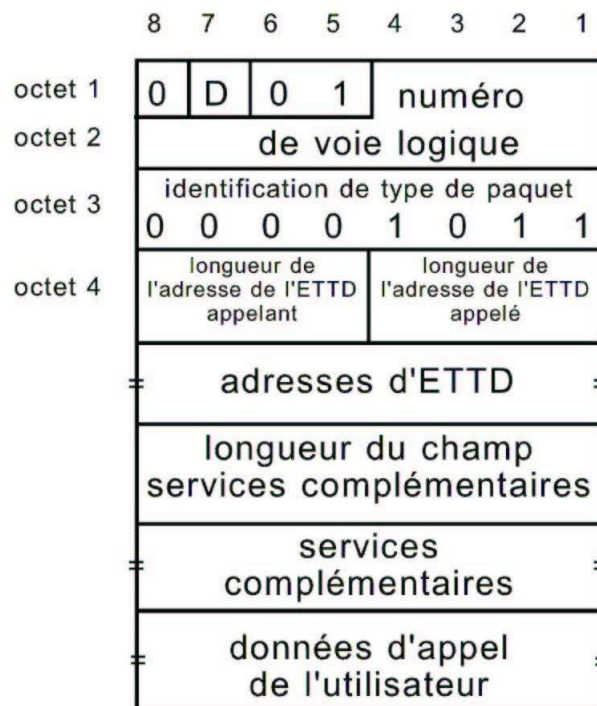

FIGURE 2.3 – Trame X.25 « CALL REQUEST »
Puisque que l'X.25 est un protocole connecté qui fonctionne par commutation de paquet, il utilise un circuit virtuel représenté par une voie logique par connexion. En théorie X.25 supporte 4096 ( $2^{16}$  voir figure 2.3) voies logiques mais dans la pratique, 256 voies logiques sont permises par ETTD. Un circuit virtuel, une fois établi, permet de considérer la connexion entre deux ETTD comme une liaison directe (abstraction du réseau de transport) de la même manière qu'une liaison téléphonique usuelle[18].
- Circuit Virtuel Commuté (CVC) demande quand à lui une phase de connexion. C'est lors de cette phase que seront négociées les options et que l'on attribuera un numéro de voie logique. Pour établir la communication on utilise le type de paquet « CALL REQUEST », voir figure 2.3, dans lequel figureront les adresses destinataire et expéditeur. Ces adresses sont au format défini par la norme X121[18][9].